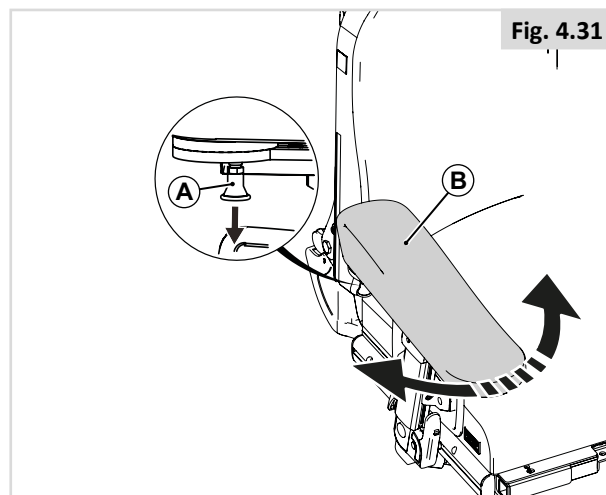

Fig. 4.31
1. Desserrez (A) d'un tour.
2. Réglez (B) à la position désirée.
3. Resserrez (A).
4.9 Accoudoir pour personne hémiplégique (Fig. 4.31)